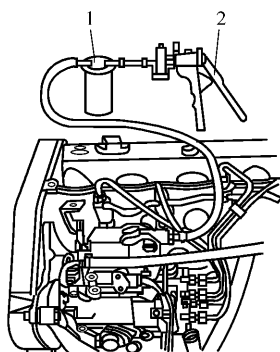

图 11-21 真空泵抽吸
9) 将真空泵 (带集油容器) 连接到喷油泵回油接头上, 使用真空泵抽吸, 直到喷油泵内无空气为止 (图 11-21)。